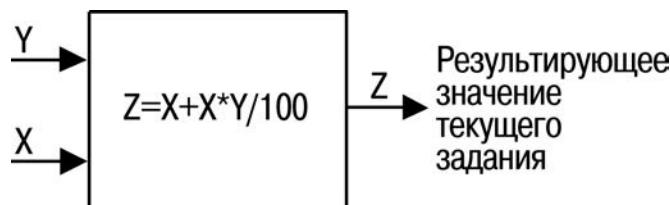

Рисунок 1.5
Сумма фиксированной и переменной величин (обозначена Y на рисунке 1.5) умножается на фактическое задание (обозначено X на рисунке). Это произведение добавляется к действующему заданию: [X + (X) × (Y / 100)], рисунок 1.5.